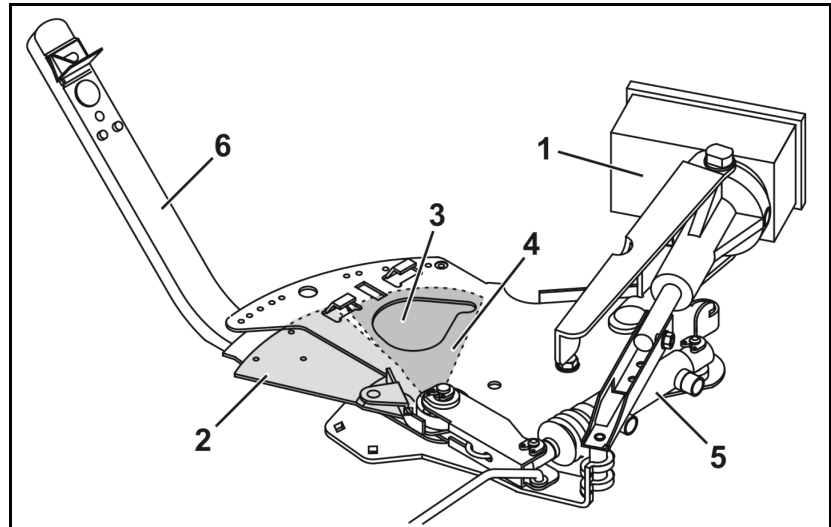

Рис. 22
- **електронікою** за допомогою комп'ютера керування. При цьому дозувальні заслінки (Fig. 22/2), що приводяться в рух серводвигунами (Fig. 22/1) відкривають прохідні отвори різного перетину (Fig. 22/3).
- **вручну** за допомогою регулювальних важелів (Fig. 22/6) шляхом встановлення різної ширини прохідних отворів (Fig. 22/3). Необхідне для цього положення заслінки визначається за даними **таблиці норм внесення** або за допомогою **логіфмічного диска**.
Запірні заслінки (Fig. 22/4) призначені для відкривання та закривання випускних отворів, і залежно від оснащення їх приведення може здійснюватися окремо гідравлічно (Fig. 22/5) за допомогою